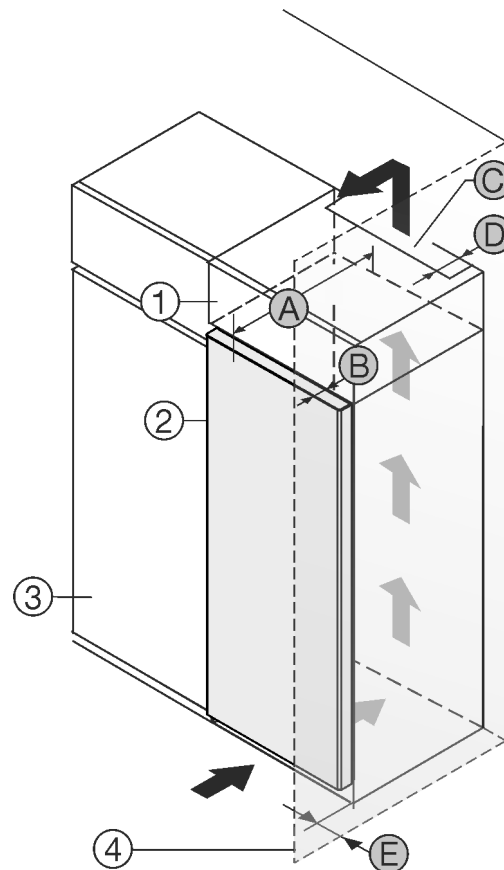

Fig. 1
A készülék közvetlenül a konyhaszekrény Fig. 1 (3) mellé állítható.*
A rátétszekrény hátoldalán egy megadott mélységű *Fig. 1 (D)* szellőzőaknát kell kialakítani a rátétszekrény teljes szélességében.*
A mennyezett alatt be kell tartani a szellőző keresztmet-szetet *Fig. 1 (C)*.*
Ha a készüléket a zsanérjaival a fal *Fig. 1 (4)* mellé állítja fel, legalább 13 mm távolságot kell tartani a faltól.*
Ha a készüléket a zsanérjaival a fal *Fig. 1 (4)* mellé állítja fel, legalább 20 mm távolságot kell tartani a faltól.*
Ahhoz, hogy az ajtót teljesen ki tudja nyitni, a készüléknek a konyhaszekrény elülső oldalához képest legalább az ajtó mélységének *Fig. 1 (B)* megfelelően ki kell állnia. A konyha-szekrények *Fig. 1 (3)* mélységétől és a fali távtartók haszná-latától függően a készülék nagyobb mértékben is túllóghat előrefelé.*